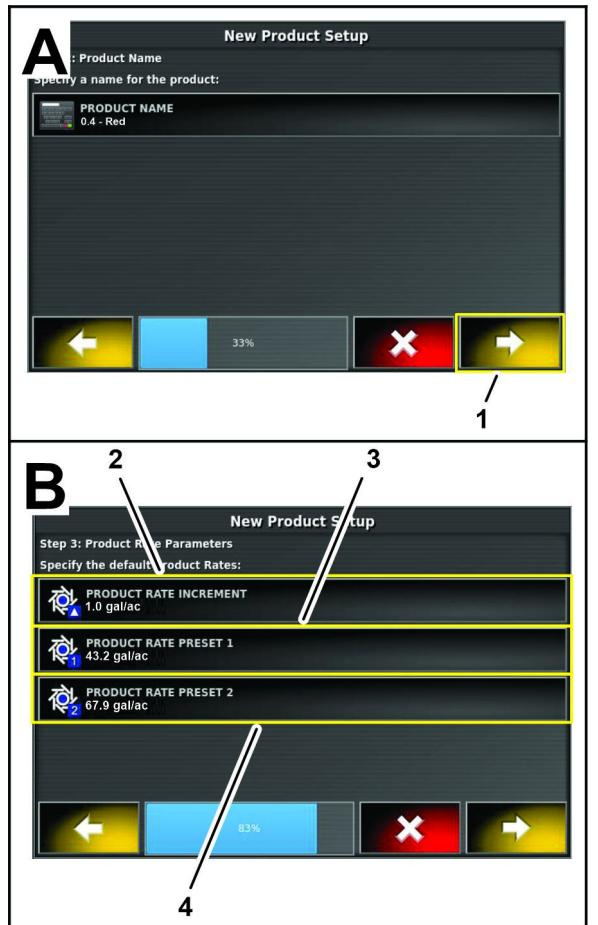

Figura 119
- Nel passaggio 2 della finestra di dialogo per l'impostazione del nuovo prodotto premete l'icona AVANTI (Figura 119).
- Nel passaggio 3 della finestra di dialogo per l'impostazione del nuovo prodotto premete l'icona INCREMENTO DEL VOLUME DI PRODOTTO (Figura 119).
11. Nel passaggio 3 della finestra di dialogo per l'impostazione del nuovo prodotto premete l'icona VOLUME DI PRODOTTO PREIMPOSTATO 1 (Figura 119).
13. Nel passaggio 3 della finestra di dialogo per l'impostazione del nuovo prodotto premete l'icona VOLUME DI PRODOTTO PREIMPOSTATO 2 (Figura 119).